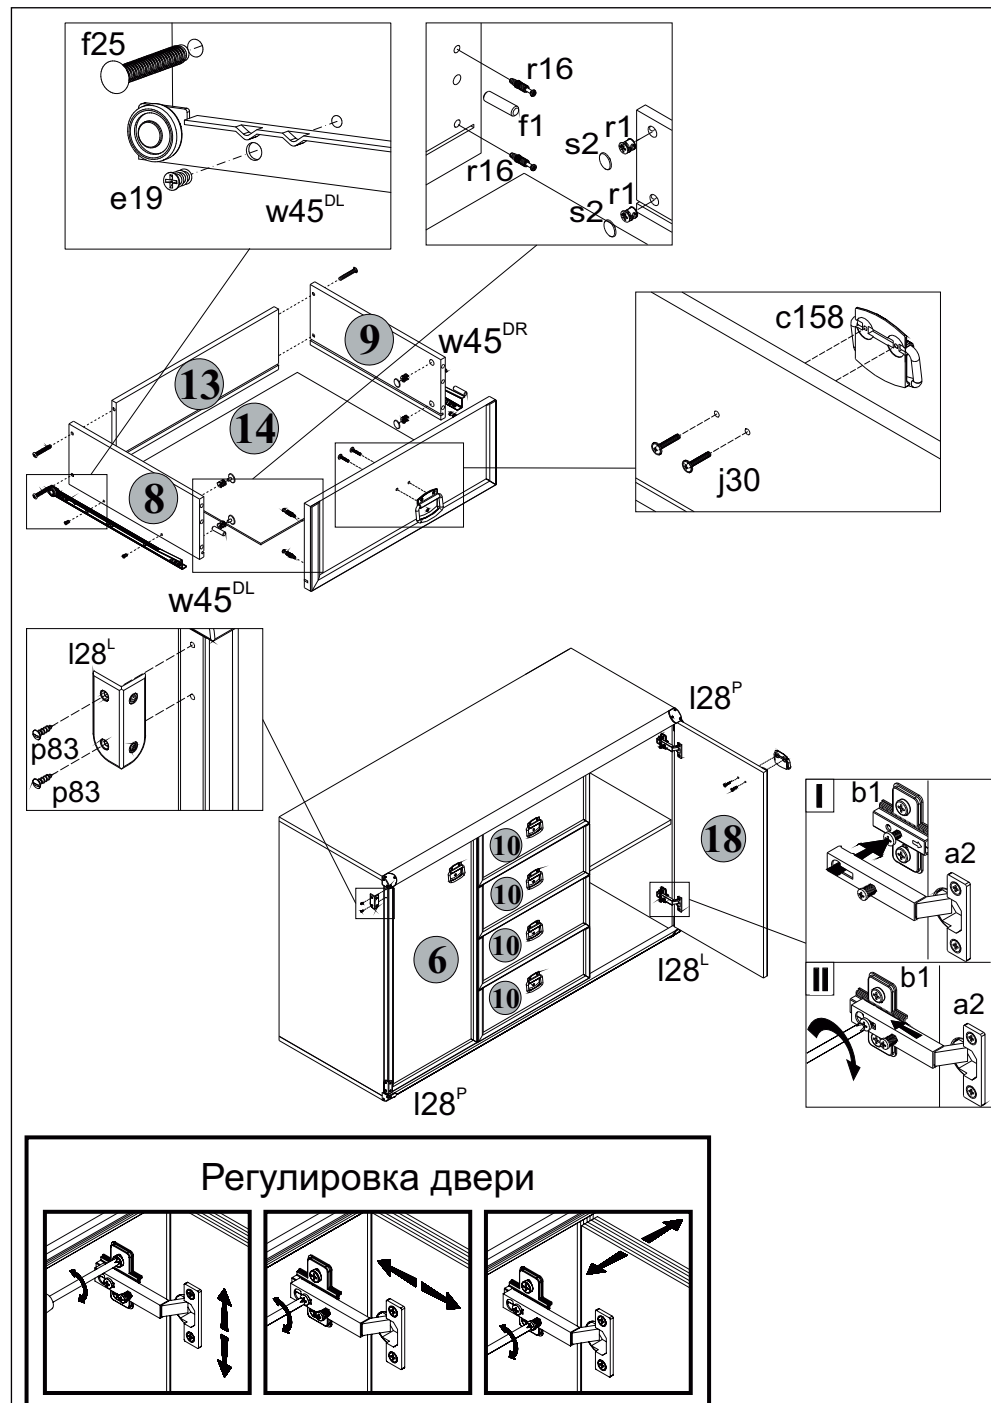

Рис. 3
5.24 Положить двери **6** и **18** фасадной поверхностью вниз на ровную поверхность. Закрепить на дверях петли шарнирные **a2**, пользуясь крестообразной отверткой (**см.рис.3**).
5.25 Навесить двери на корпус тумбы, совместив петли шарнирные **a2** с направляющими петель **b1** (**см.рис.3**). При необходимости отрегулировать положение дверей вращая регулировочные винты, как показано на **рисунке 3**.
5.16 В отверстия диаметром **8 мм** на передних кромках стенок боковых **8** и **9** корпусов выдвижных ящиков вбить деревянные шканты **f1** (см.рис.3).
5.17 В отверстия диаметром **15 мм** на внутренних поверхностях стенок боковых **8** и **9** корпусов выдвижных ящиков вставить стяжки эксцентриковые **r1** (см.рис.3).
5.18 В отверстия диаметром **5 мм** на внутренних поверхностях панелей передних **10** ящиков выдвижных с помощью крестообразной отвертки вкрутить винты стяжки **r16** (см.рис.3).
5.20 Соединить панели передние **10** с корпусами ящиков выдвижных и затянуть стяжки эксцентриковые **r1**, пользуясь специальным ключом **z1**. Закрепить стяжки эксцентриковые заглушками **s2** (см.рис.3).